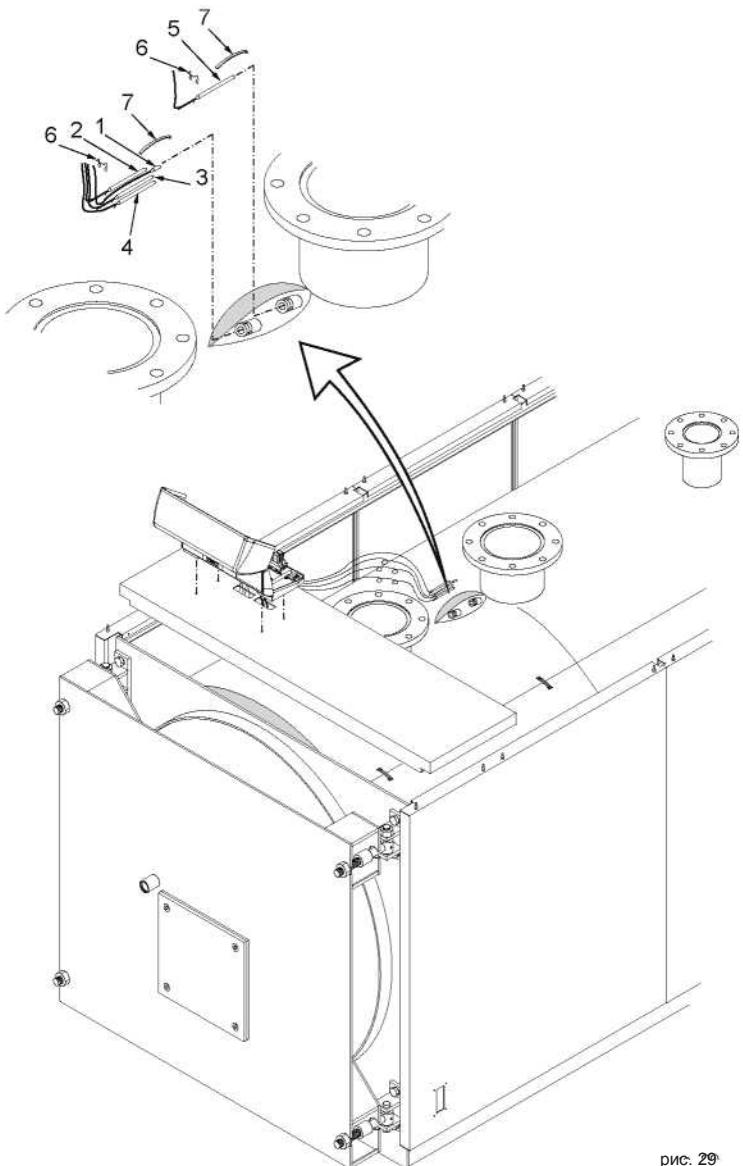

рис. 29
- E) Вставьте датчики приборов в манжеты, как показано на рис. 29 и подключите пульт управления к электропитанию, к горелке, насосам, и т.д. Закройте крышку панели управления.
- E) Вставьте датчики приборов в манжеты, как показано на рис. 29 и подключите пульт управления к электропитанию, к горелке, насосам, и т.д. Закройте крышку панели
- E) Вставьте датчики приборов в манжеты, как показано на рис. 29 и подключите панель управления к электропитанию, к горелке, насосам, и т.д. Закройте крышку панели управления.
Произведите установку датчиков в погружную гильзу, расположенную в верхней части котла (см. рис. 29) в следующей последовательности: